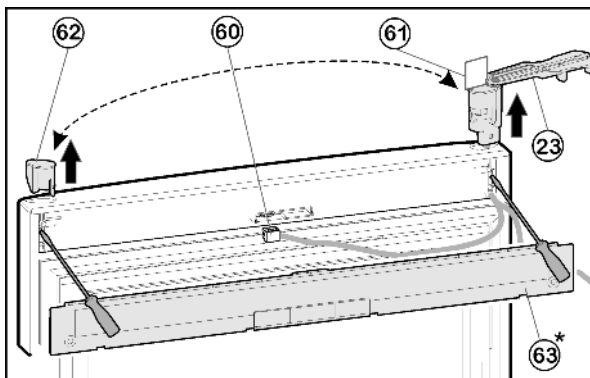

Fig. 11
- ▶ С помощью отвёртки выведете из зацепления крышку Fig. 11 (63) на дверце.
- ▶ Отсоедините разъем Fig. 11 (60).
- ▶ На верхней дверце поверните опорный кронштейн Fig. 11 (23) наружу параллельно краю дверцы.
- ▶ При помощи отвертки вытолкните опорный кронштейн Fig. 11 (23) снизу и снимите с двери вместе с кабелем.
- ▶ Извлеките пробку Fig. 11 (62) снизу при помощи отвертки и вставьте на другой стороне.
- ▶ Проденьте кабель опорного кронштейна Fig. 11 (23) на противоположной стороне и установите опорный кронштейн.
- ▶ Снимите шаблон Fig. 11 (61) и закрепите на опорном кронштейне.
- ▶ Вставьте разъем Fig. 11 (60).
- ▶ Зафиксируйте крышку Fig. 11 (63) на дверце.